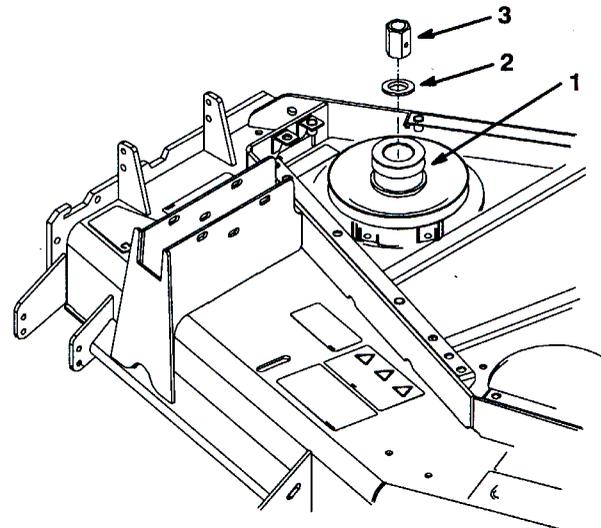

図9
13. 新しいダブル・プーリ (図9) をVリング・シールとワッシャと共にスピンドル・シャフトに取り付ける。プーリをプーリ・ナットで固定する。(図9)。ナットを 13.8 kg.m にトルク締めする。